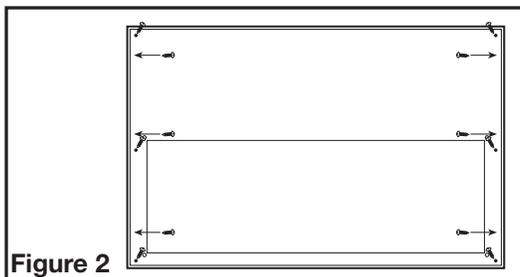

Figure 2
1. Secure the liner to the cabinet frame or custom canopy using three screws on each end of the liner and 3 screws on each side of the top of the liner (Figure 2).
1. Fixez le revêtement à l'armature ou au panneau fait sur mesure du cabinet en utilisant trois vis sur chaque extrémité du revêtement et 3 vis de chaque côté du dessus du revêtement (Figure 2).